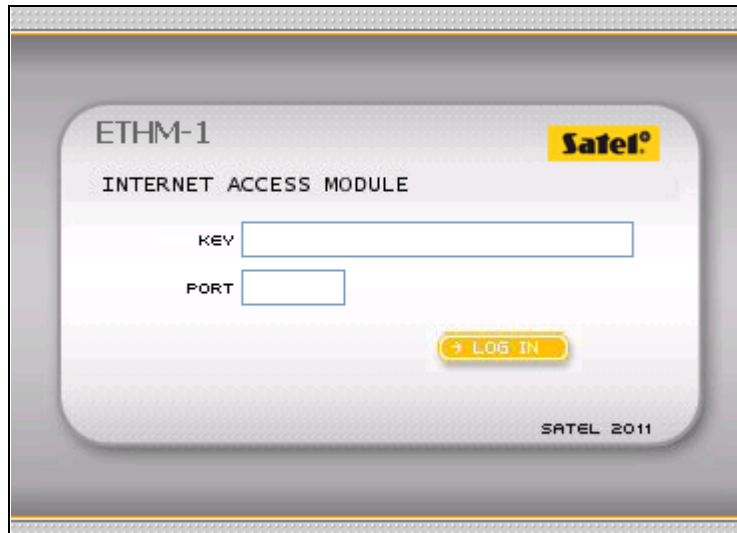

Fig. 13. Navigateur WWW : page de connexion.
3. Entrer des informations suivantes dans les champs correspondants sur la page de connexion (fig. 13) qui apparaîtra dans le navigateur :